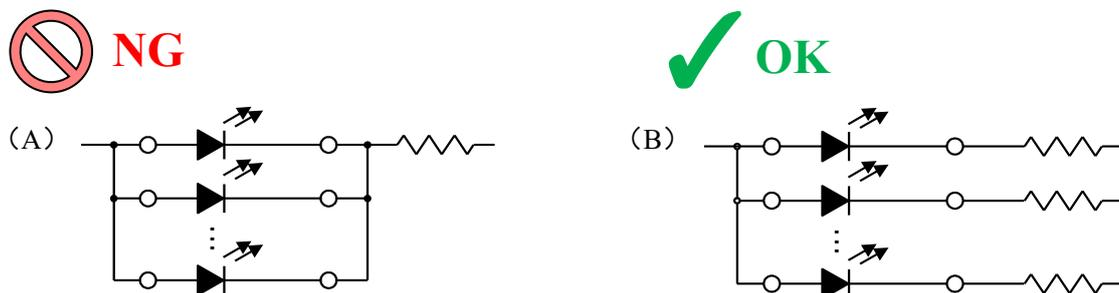

图 10. 电路设计例
在设计电路时，注意不让各 LED 的电流值超过绝对最大额定值。最好对各 LED 进行恒流驱动。如果使用恒压驱动，最好使用图 10 中的 (B) 电路。如果使用 (A) 电路，各 LED 的正向电压差异可能导致流入各 LED 的电流值出现不均。